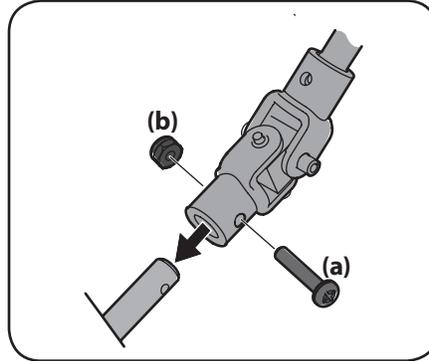

Figura 2-13
3. Retire el tornillo (a) y la tuerca hexagonal (b) de la junta universal. Consulte la Figura 2-13.
4. Coloque la junta universal en el extremo de la varilla del canal como se indica en la Figura 2-13.
5. Sujete la junta universal con la tuerca de seguridad hexagonal (b) y el tornillo (a) que extrajo previamente en el Paso 3. Consulte la Figura 2-13.